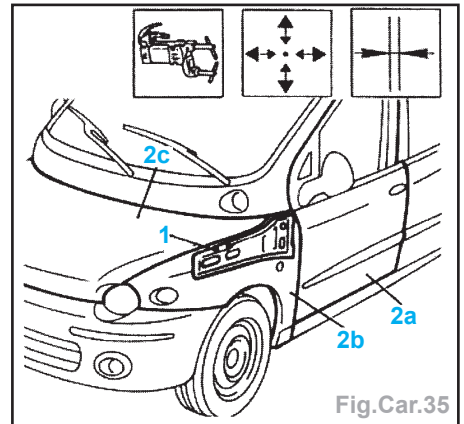

Fig.Car.35
- mettre en place les éléments amovibles et les ajuster (Fig.Car.35),